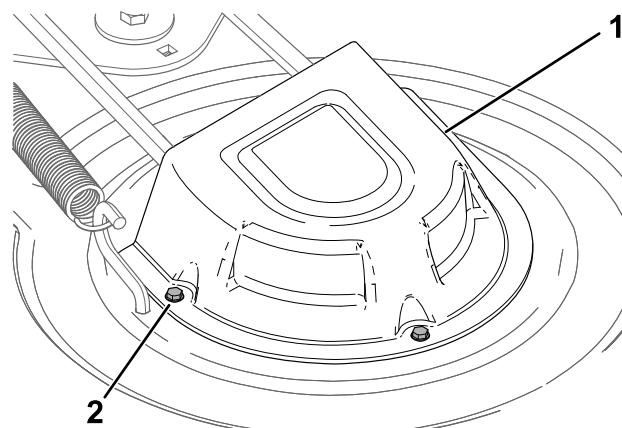

Figure 49
4. Desserrez les vis et déposez les protège-poulies (Figure 49).